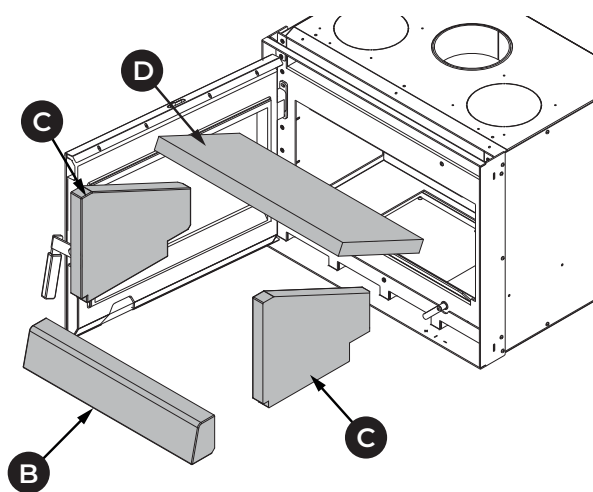

Fig. 8.2
2	Rimuovere in sequenza la parete di fondo (B), le pareti laterali (C) e il deflettore superiore (D) (Fig. 8.2)